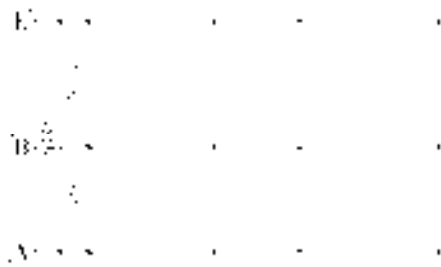

图 2-96 打开素材
1) 按〈Ctrl+O〉组合键，打开配套光盘提供的“第2章/2.4.9 轴号的在位编辑.dwg”素材文件，结果如图2-96所示。